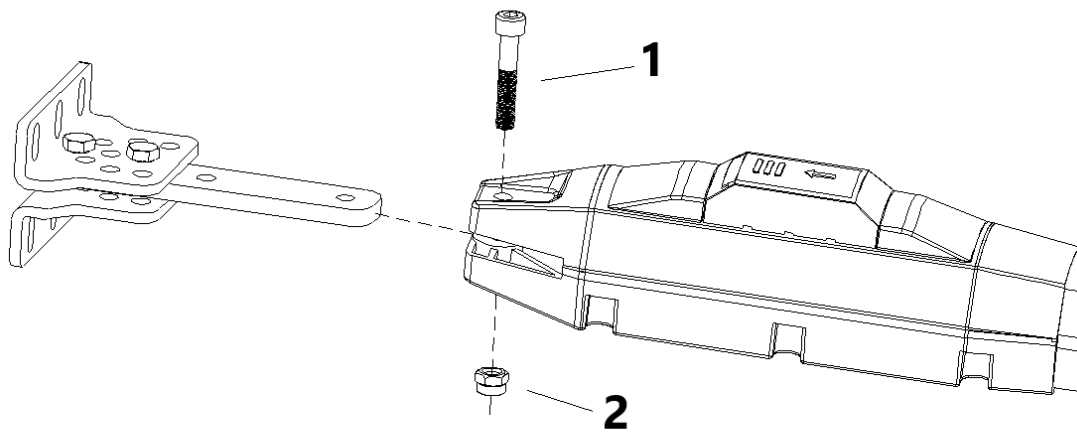

Abbildung 8
D) Verbinden Sie das Hauptgerät mit den Verbindungshalterungen mittels Schraube und Mutter (siehe Abbildung 8).